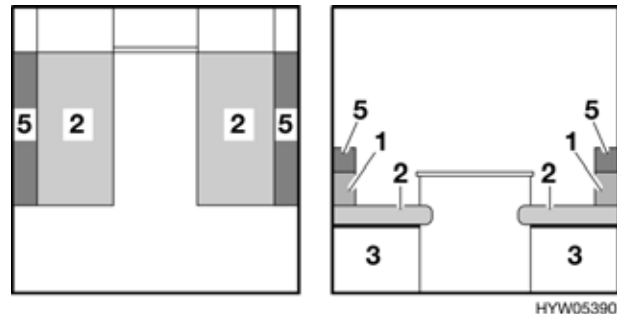

Fig. 91 Prima della trasformazione
- Sfilare il cuscino aggiuntivo (Fig. 91,5) dal cuscino dello schienale (Fig. 91,1). Il cuscino aggiuntivo è fissato a quello dello schienale tramite un nastro in velcro e può essere staccato con facilità.